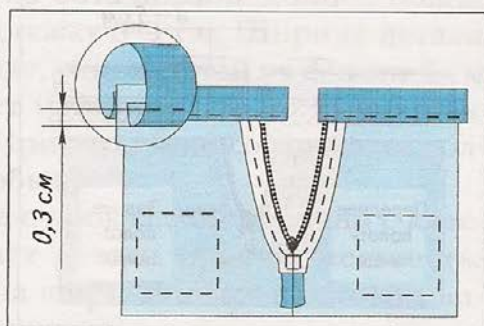

Рис. 49.
6. Подогнуть срезы внутренней части пояса на 0,7 см и заметать. Приметать, перекрывая шов притачивания пояса на 0,3 см (рис. 49).